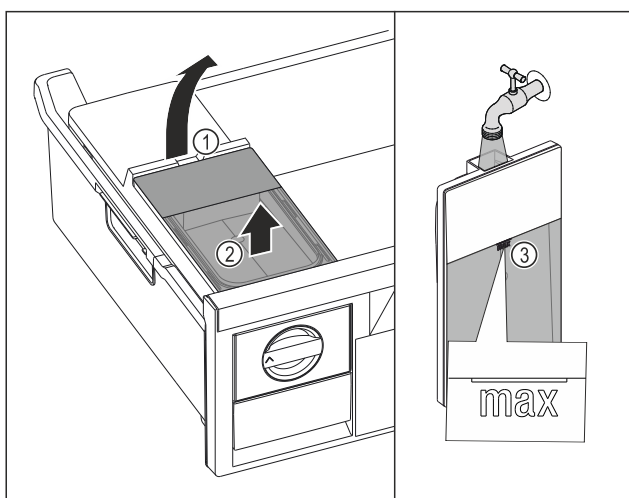

Fig. 80
- Lyft vattenbehållaren i fördjupningen Fig. 80 (1).
- Ta ut vattenbehållaren uppåt. Fig. 80 (2)
- Fyll vattenbehållaren med dricksvatten upp till markeringen Fig. 80 (3).